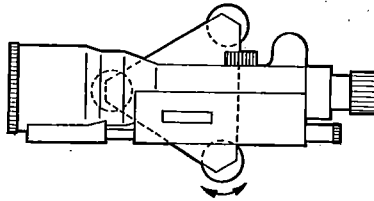

図31
- (2) 気泡を合致させた時、標尺の値を読み取ります。これを確認したら左側の整準ねじ⑥を約1/8回転します。(図31)